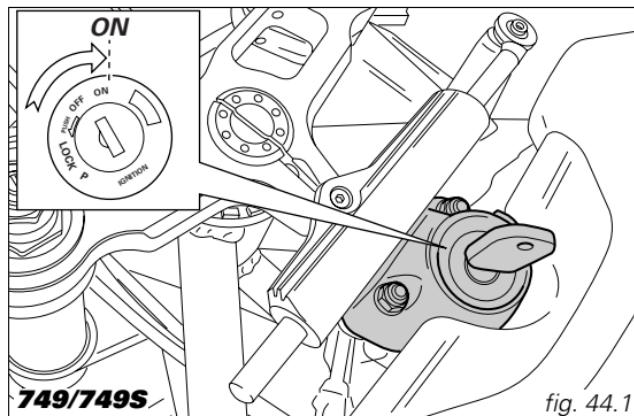
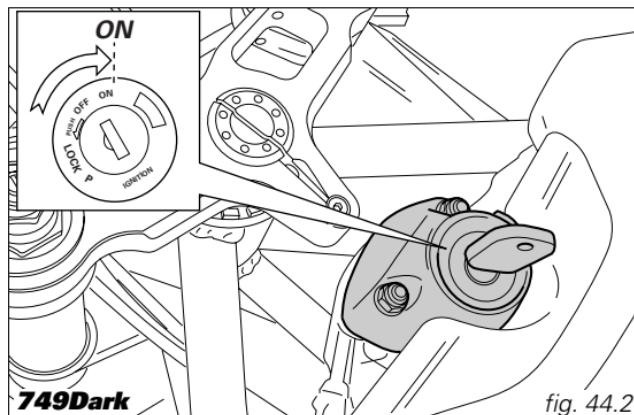

fig. 44.1
fig. 44.2
- 1) Tournez la clé de contact dans la position **ON** (fig. 44.1 - fig. 44.2). Vérifiez que le témoin vert **N** et le témoin rouge  sur le tableau de bord soient allumés.